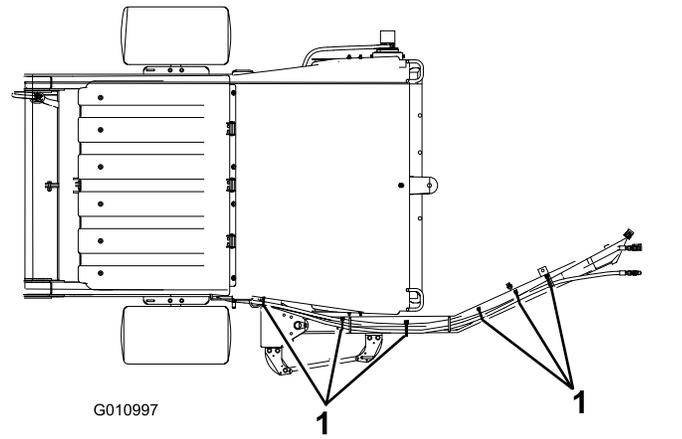
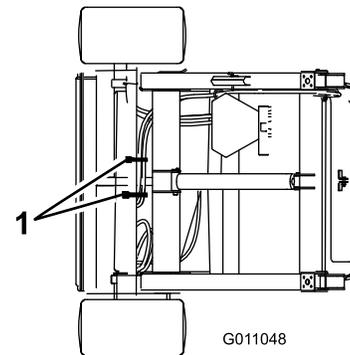

Рисунок 12
Рисунок 13
2. Прикрепите гидравлические шланги и жгут проводов, как показано на Рисунок 12 и Рисунок 13.